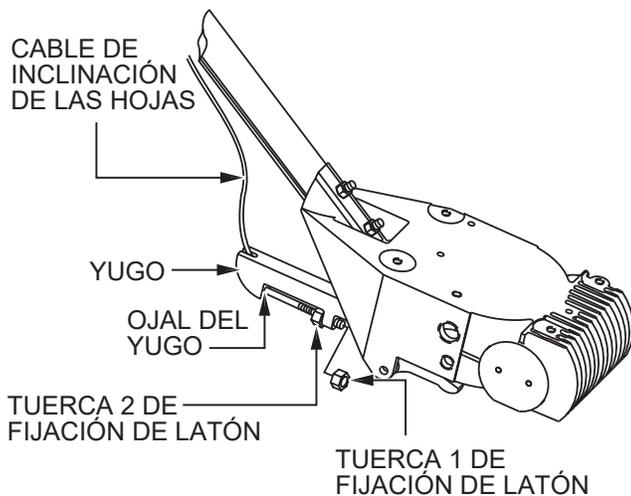

Figura 14. Fijación de la horquilla del cable
5. Inserte el extremo del cable de inclinación de las hojas por el ojal del yugo (Figura 14). Apriete la tuerca 1 de latón con la mano para tensar el cable.